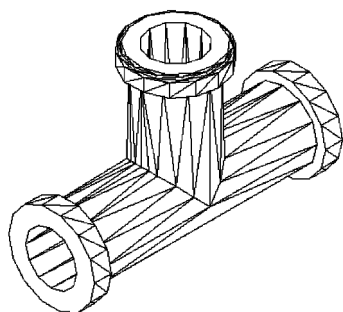

图 12-47 倒圆角
2) 单击【视图】功能区 | 【视觉样式】选项板 | 【隐藏】按钮, 隐藏看不到的线段, 如图 12-47 所示。